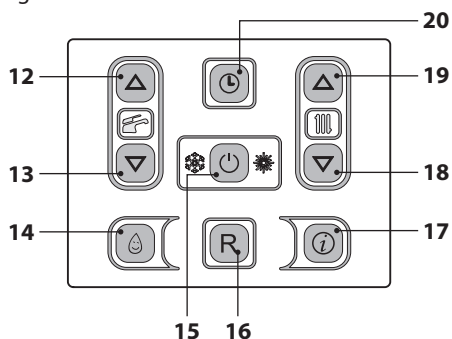

Figura 2.7
- Tenere premuto per 2 secondi il tasto 15 fino a far apparire sul display il simbolo . Figura 2.7.
La temperatura dell'acqua calda di mandata riscaldamento è regolabile agendo sui tasti 18 (diminuzione) e 19 (aumento) (Figura 2.7) da un minimo di circa 25°C ad un massimo di circa 80°C. Alla prima pressione di uno dei due tasti si ha la visualizzazione del valore di "set",
Comunque se la temperatura ambiente non dovesse essere confortevole si può aumentare o diminuire la temperatura di mandata dell'impianto riscaldamento di $\pm 15^\circ\text{C}$ agendo sui tasti 18 (diminuzione) e 19 (aumento) (Figura 2.7).